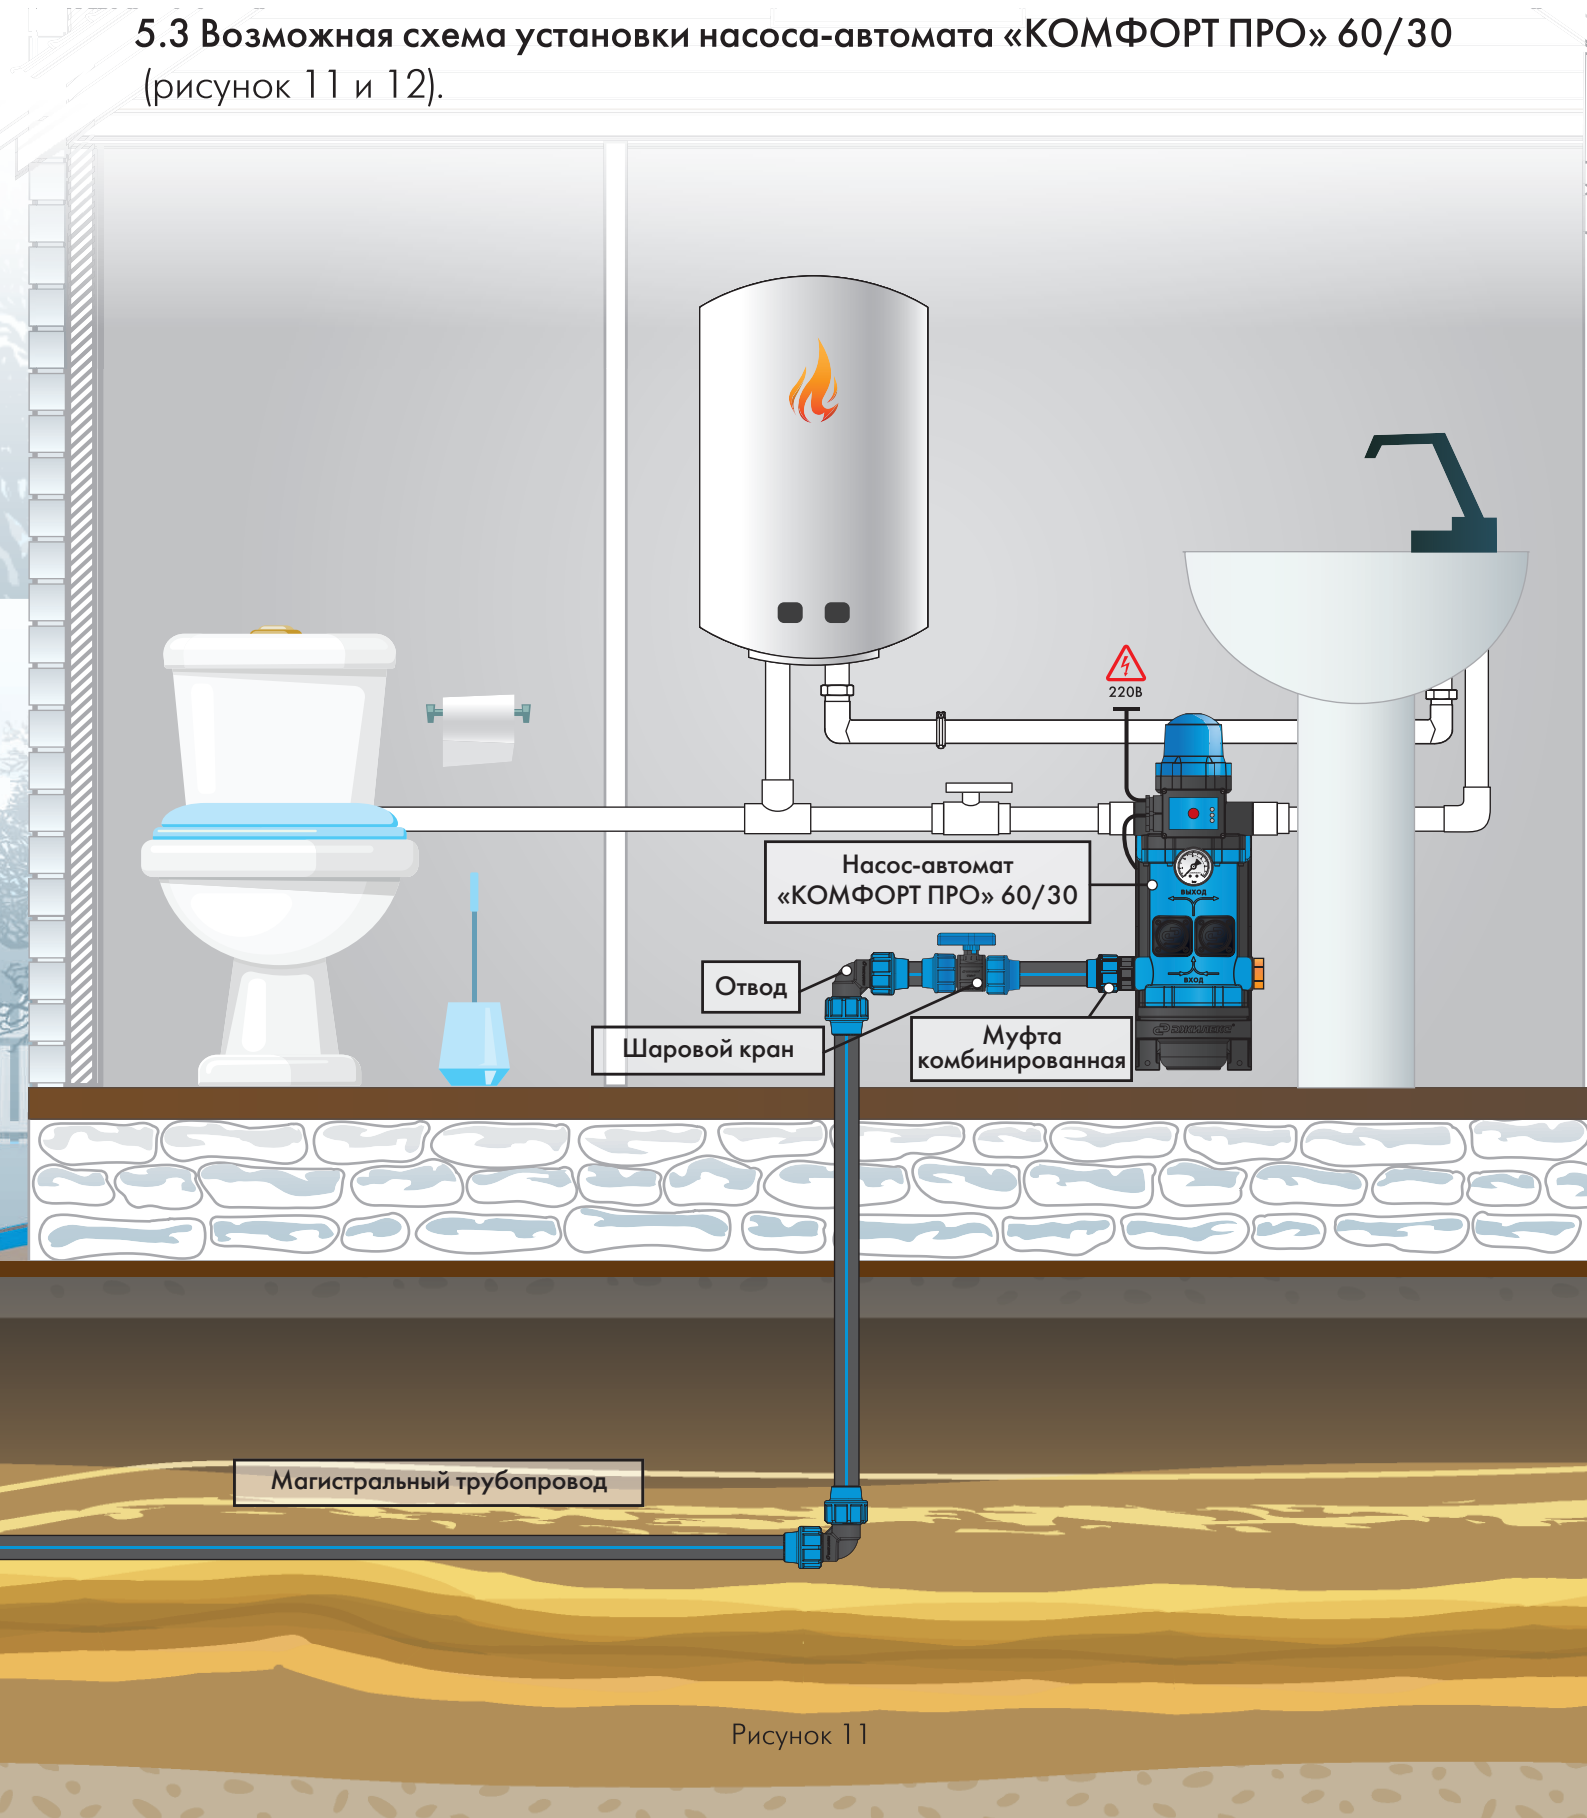

Рисунок 11
5.3 Возможная схема установки насоса-автомата «КОМФОРТ ПРО» 60/30 (рисунок 11 и 12).